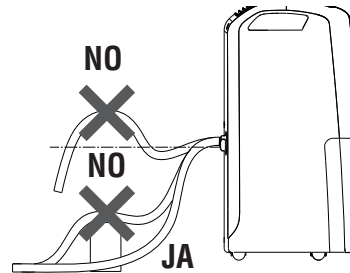

Abb. 5
- 3) Der Schlauch darf nie höher als die Abflussöffnung sein (Abb. 5). Andernfalls fließt das Wasser nicht aus dem Tank. Außerdem darf der Schlauch nicht geknickt werden.